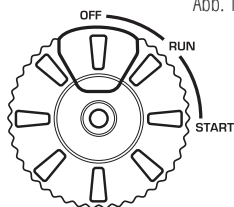

Abb. 1
- 5.2 Drücken Sie beim Elektroanlass die rote Taste am Multifunktions-Motorschalter (Abb. 1)
6. Drehen Sie nach dem Motoranlassen den Multifunktions-Drehknopf in die Position „RUN“ (Abb. 1).
3. Stellen Sie die Entlüftungsöffnung am Tankdeckel in die Position „ON“ (Abb. 1).
8. Ziehen Sie beim Handanlass am Startergriff, bis ein leichter Widerstand spürbar ist. Dann ziehen Sie durch eine schnelle Bewegung den Starter auf die ganze Schnurlänge heraus. Lassen Sie den Handanlasser langsam zurück. Drücken Sie beim Elektroanlass die rote Taste am Multifunktions-Motorschalter (Abb. 1).
9. Drehen Sie nach dem Motoranlassen den Multifunktions-Drehknopf in die Position „RUN“ (Abb. 1).